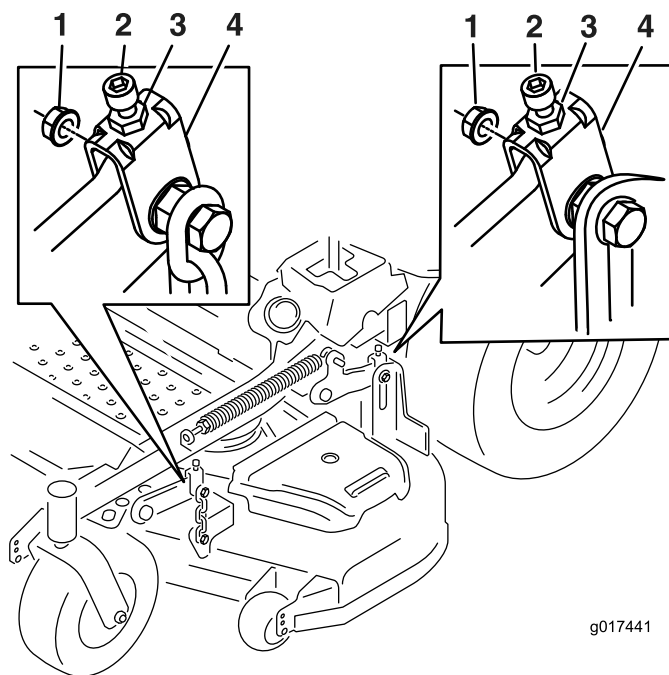

Figure 78
10. Au besoin, desserrez l'écrou Whizlock sur le côté de la chape et le haut de l'écrou de blocage (Figure 78).
17. Ajustez précisément la vis de réglage en la tournant de manière à obtenir une hauteur de 83 mm (Figure 78).